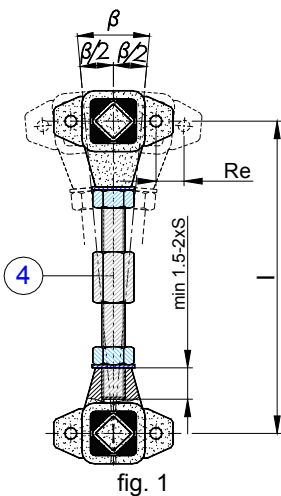

fig. 1
We recommend that you follow the diagram of fig 1 in order to make a suspension with the BT-F elements. This system focuses on the use of a link unit (4) with opposite threaded ends (right-hand and left-hand) obtained by turning an hexagonal bar. By assembling one BT-F with one BT-F S for each suspension, with a wrench you can level the chute where the material is conveyed.
Per realizzare una sospensione con gli elementi BT-F consigliamo di rifarsi allo schema proposto in fig. 1. Questo sistema prevede l'utilizzo di un'unità di collegamento (4) avente ai capi una filettatura inversa (una destrorsa e l'altra sinistrorsa), ricavata per tornitura da barra esagonale. Assemblando poi per ogni sospensione un BT-F ad un BT-F S attraverso una chiave inglese si riuscirà a livellare la grondaia di scorrimento del materiale.